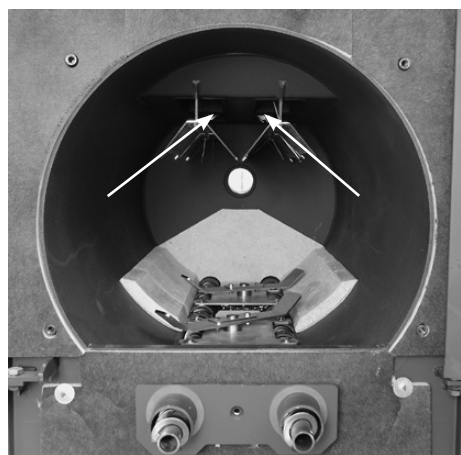

Fig. 18
- Retirer les cendres de la chambre de combustion et au niveau des tôles de guidage; le mieux est d'utiliser un aspirateur. En particulier l'entrée des gaz de combustion dans les tirages verticaux (flèches - Fig. 18) doit être nettoyée avec soin.